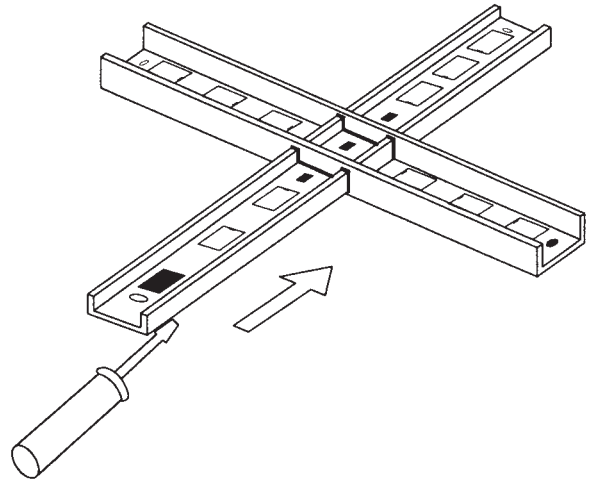

FIGURE 2
- Insérez le support de montage le plus fin dans la fente prévue à cet effet dans le support de montage le plus grand (Fig. 2). Fixez-y la fixation FM2 à l'aide du boulon 1/4 x 20 (via l'orifice central des deux supports). **MANIEZ LES SUPPORTS AVEC PRECAUTION, LEURS BORDS POUVANT ÊTRE TRANCHANTS.**
- Des encoches permettent de maintenir la fixation entre le revêtement. Ouvrez-les à l'aide d'un tournevis. (Fig. 2)